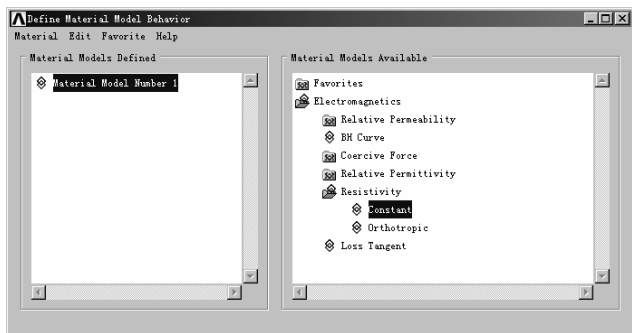
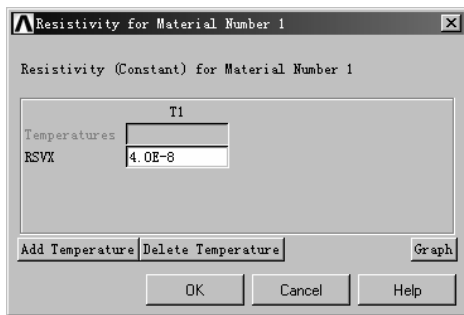

图 1-33 定义材料模型性质对话框
图 1-34 定义材料的电阻
(2) 定义材料属性。定义方形线圈的电阻，为简化分析，假设电阻为线性，与温度无关。材料编号（Material Model Number）为“1”。选择路径 Main Menu → Preprocessor → Material Props → Material Models，弹出“Define Material Model Behavior”定义材料模型性质对话框（图 1-33）。右边栏中双击“Electromagnetics → Resistivity → Constant”，弹出“Resistivity for Material Number 1”对话框定义材料的电阻（图 1-34）。在“RSVX”输入框中输入“4.0E-8”，单击“OK”按钮。单击“Material → Exit”退出（图 1-35）。
(3) 定义导线横截面积实常数。因为在求解过程中不需要导线的横截面积，所以可以输入任意设定，这里设为“1.0”。实常数编号设定为“1”。选择路径 Main Menu → Preprocessor